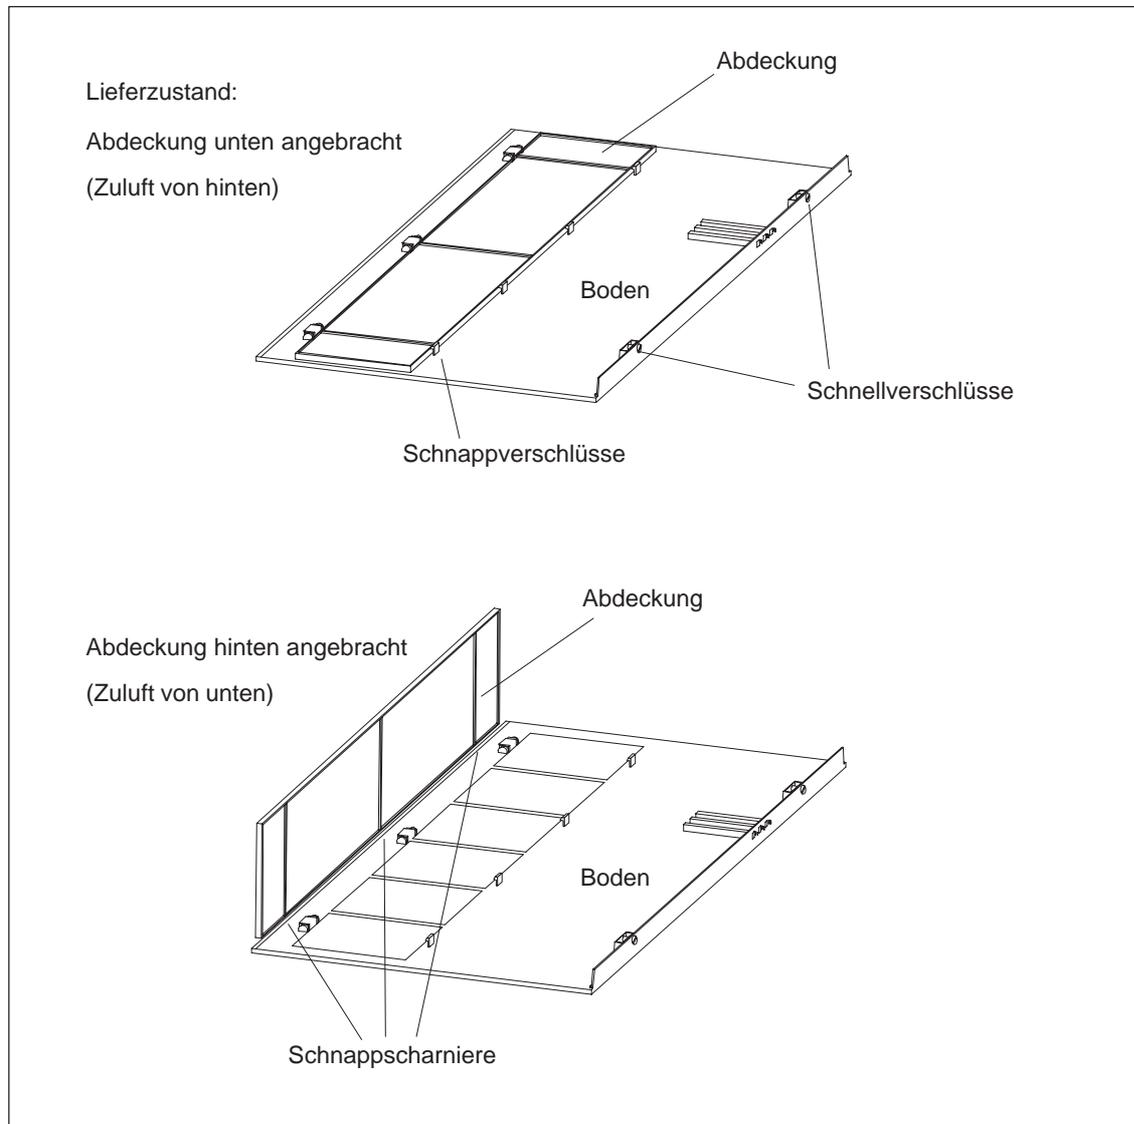

Bild 4-6 Luftführung verändern
3. Die Abdeckung ist im Boden mit Schnappverschlüssen gesichert. Drücken Sie von unten nahe bei den Schnappverschlüssen gegen die Abdeckung und entnehmen Sie die Abdeckung (siehe Bild 4-6).
Bild 4-6 zeigt Ihnen die beiden Möglichkeiten, wie Sie durch entsprechende Montage der Abdeckung im Boden der Lüfterzeile die Luftführung beeinflussen können.